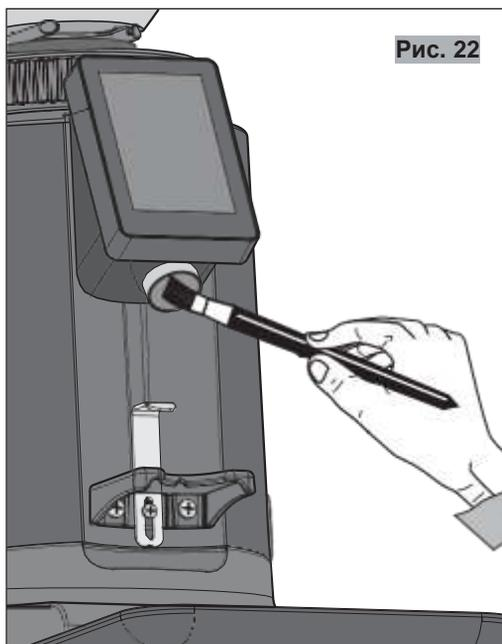

Рис. 22
- Самые труднодоступные участки внутри устройства прочищайте щёткой или кисточкой (рис. 22), а остальные поверхности протирайте сухой салфеткой.